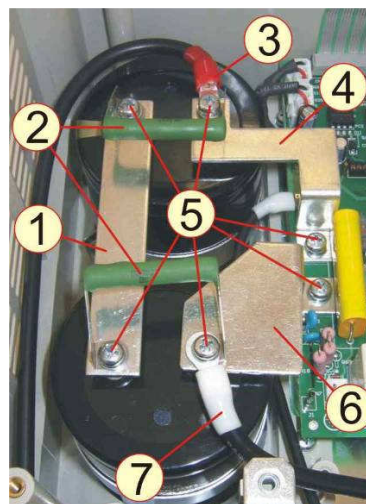

Рис.6.13
**6.9.1** Выкрутить шесть винтов 5, снять два резистора 2, шины 1, 4, 6, отвести наконечники проводов 3 и 7 (рис.6.13). Положить винты, шины и резисторы в тару.
**6.10.2** Снять шины 4 и 6, выкрутив четыре винта 5 (рис.6.13). Положить винты и шины в тару.